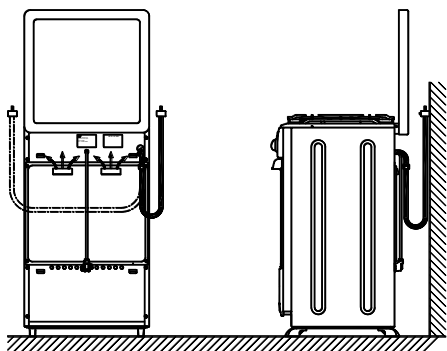

Рисунок 9 – Примеры подключения шланга
- шланг и шнур питания не должны проходить в зоне горячего воздуха дымоходов и касаться задней стенки плиты (см. рисунок 9);